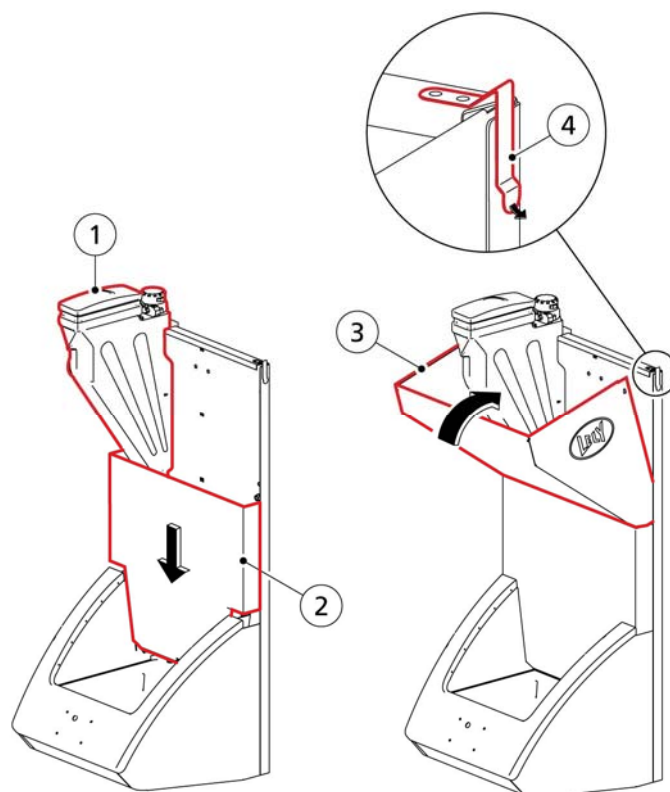

Figure 24. Doseerimisseadme, söödamahuti ja söödalehtri paigaldamine
2. Paigaldage M8x45 polt, seib, hammasseib ja kübarmutter (1, fig. 24, page 5-15) ning ülemine ja alumine osa.